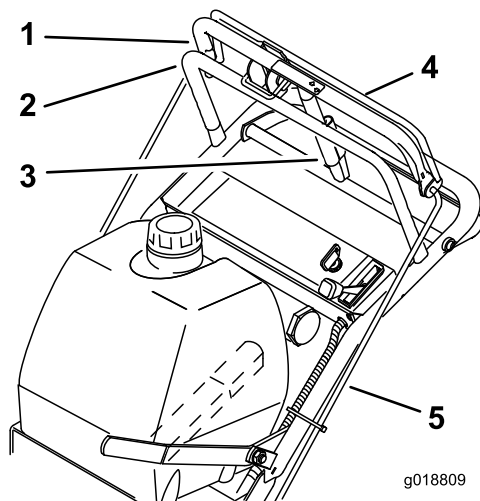

Figure 22
1. Vérifiez l'espace entre la barre de commande supérieure et la barre fixe quand la transmission aux roues est complètement embrayée. L'espace doit être d'environ 25 à 32 mm (1 à 1-1/4 po) (Figure 22).